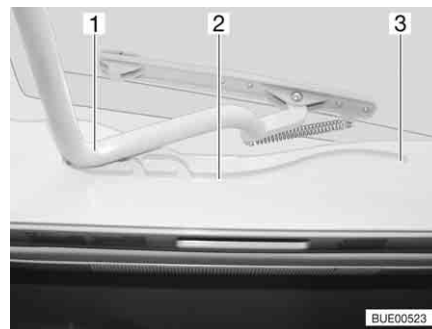

Fig. 90 Oblò Heki, guida
- Tirare la staffa (Fig. 90,1) nelle guide (Fig. 90,2) fino alla posizione più all'indietro (Fig. 90,3).
- Spingere la staffa (Fig. 90,1) leggermente verso l'alto con ambedue le mani.
- Tirare la staffa nelle guide (Fig. 90,2) fino alla posizione desiderata.